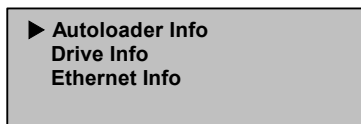

Figure 56 : Sélection des informations sur le AutoLoader
3. Dans le sous-menu Status (État), sélectionnez SuperLoader Info (Informations sur le SuperLoader) (Voir la Figure 56).
3. Dans le sous-menu Status (État), sélectionnez Drive Info (Informations sur l'unité) (Voir la Figure 56).